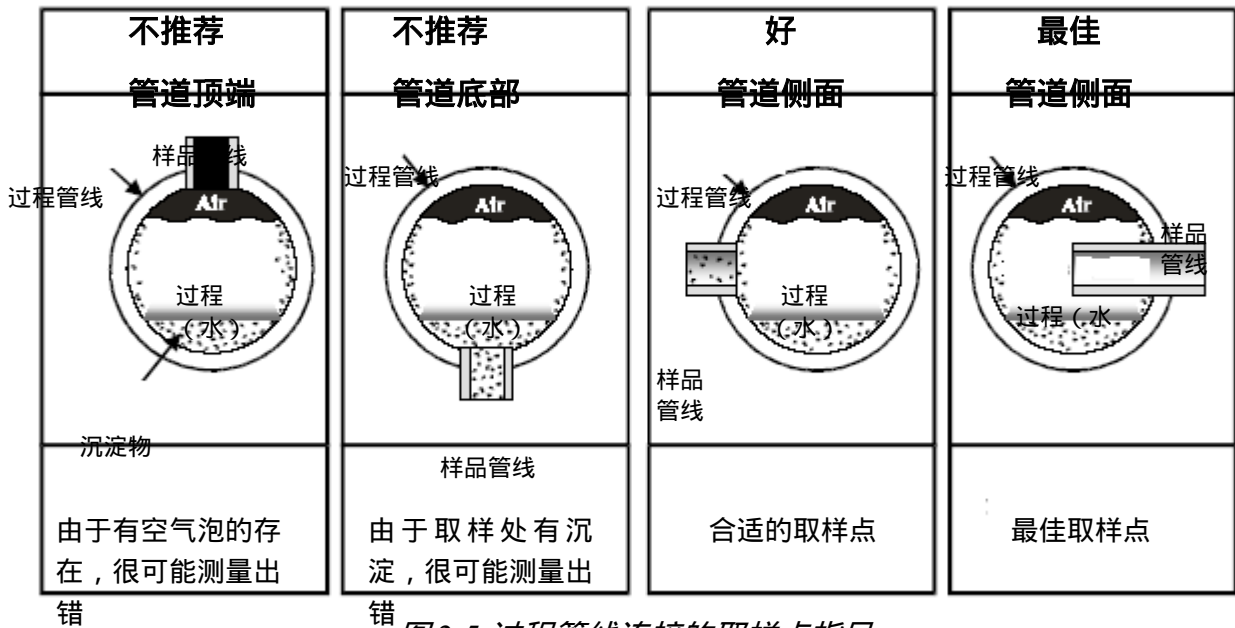

图 2-5 过程管线连接的取样点指导
**注意：**此外，当在过程管线连接中选择取样点时，请避开管道的顶端以及底部。图 2-5 列出了最佳的取样点位置：取样口位于过程管道的侧面，并且样品管线插入过程管道的中心线。